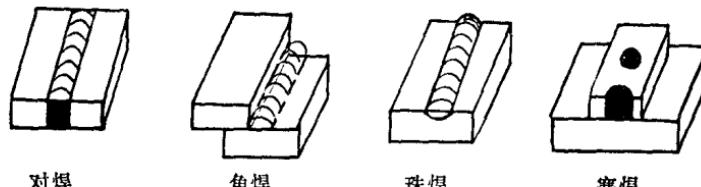

图1—1 焊缝形式
1. 焊缝形式 焊缝一般有对焊、角焊、珠焊和塞焊等四种形式(图1—1)。对焊与角焊为工作焊缝，珠焊与塞焊为辅助焊缝。